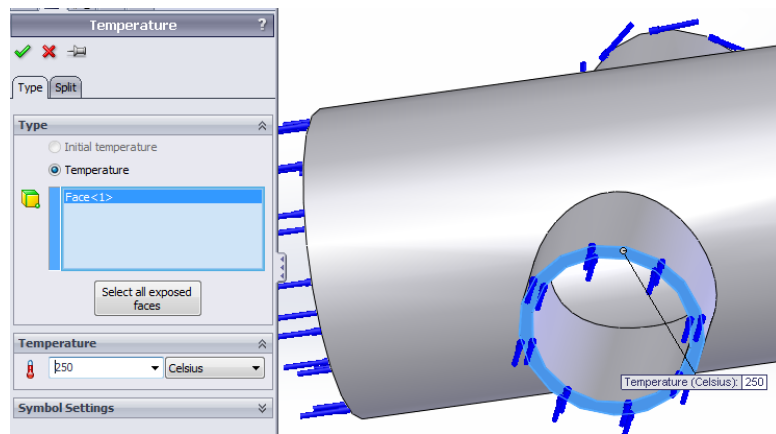

Рис. 5.1.4. Прикладення граничної умови «Температура» до граней згідно завдання
4. Використовуючи граничну умову **Температура (Temperature)** поступово виберіть необхідні грані моделі і у кожній їх температуру, як це показано на рис. 5.1.4 (температура задається для кожного циліндричного торця окремо). Зверніть увагу, що температура може задаватися у трьох різних одиницях. Виберіть необхідну.